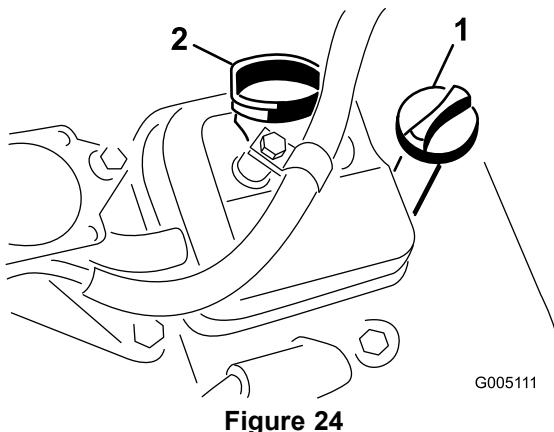

Figure 24
2. Dévissez la jauge et essuyez-la avec un chiffon propre. Revissez la jauge dans le tube en vérifiant qu'elle est enfoncée au maximum (Figure 24).